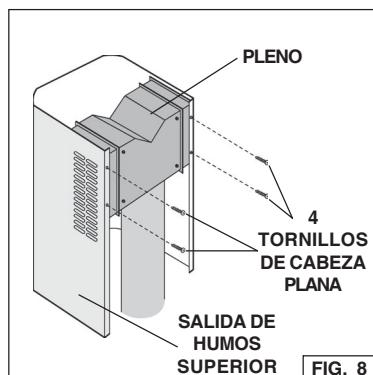

FIG. 8
9. Asegure el pleno de recirculación en la salida de humos superior con (4) tornillos de cabeza plana. Fig. 8